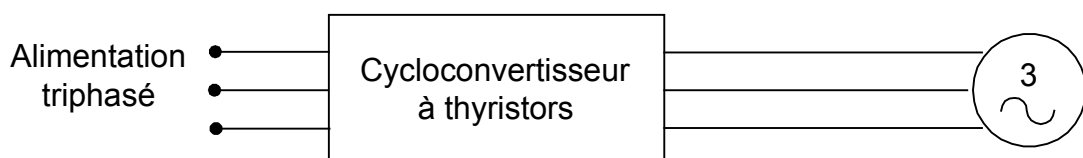

FIGURE 1.6 CYCLOCONVERTISSEUR
- de **cycloconvertisseurs** ( Figure 1.6).